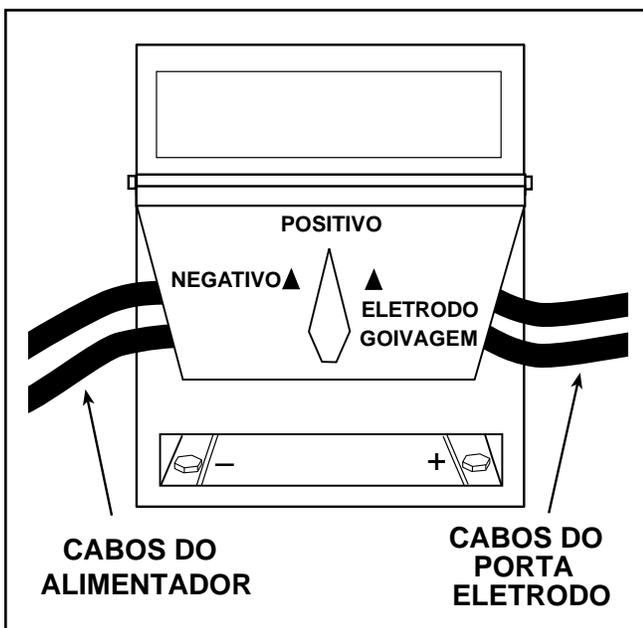

FIGURA C.1 - CHAVE MULTI-PROCESSO
- A troca da polaridade do alimentador semi-automático ou automático sem a troca de nenhuma conexão elétrica de cabo. Veja a Figura C.1
A CHAVE MULTI PROCESSO possui duas séries de terminais de saída. Conecte o cabo do alimentador à série de terminais do lado esquerdo da caixa e os cabos do "stick or air/carbon arc" à série ao lado direito (visto de frente para a máquina) como é mostrado na Figura C.1.